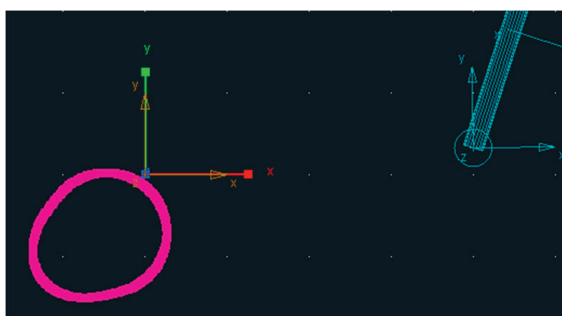

Figura 3.68 – Came editada.
- Após especificar os novos pontos da *Spline*, a geometria da peça terá a aparência mostrada na Figura 3.68.